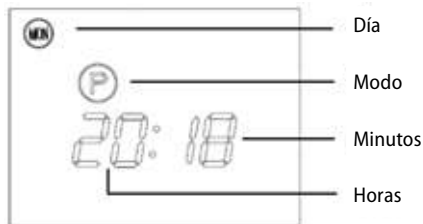

Fig. 1
1. Desmonte el soporte del cuerpo del artefacto (Fig. 1)
Antes de poner el artefacto en funcionamiento, encienda el interruptor en el lateral. La pantalla se enciende como se muestra en la Fig. 1. El artefacto está en modo stand-by y no calienta. En la pantalla se ve .
Manteniendo presionado el botón seleccione la hora, manteniendo presionado el botón seleccione los minutos y manteniendo presionado el botón seleccione el día (Fig. 1).